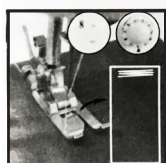
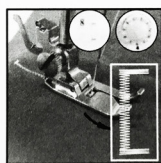

Fig. 16
Fig. 18
- (1) Coloque o tecido sob o calcador e abaixe-o na posição que deseja fazer o caseado, após isso escolha o padrão #8.
- (2) Ligue o botão e costure de 5-6 pontos em baixa velocidade, depois desligue (Fig. 16).
- (3) Escolha o padrão #7, ligue e costure o tecido com comprimento adequado para a costura.
- (4) Escolha o ponto #8, ligue e costure entre 5-6 pontos em baixa velocidade, depois desligue (Fig. 18).
- (5) Levante o calcador, e gire o tecido em 180 graus.
- (6) Escolha o ponto #7, depois ligue e costure até o caseado estar totalmente costurado.